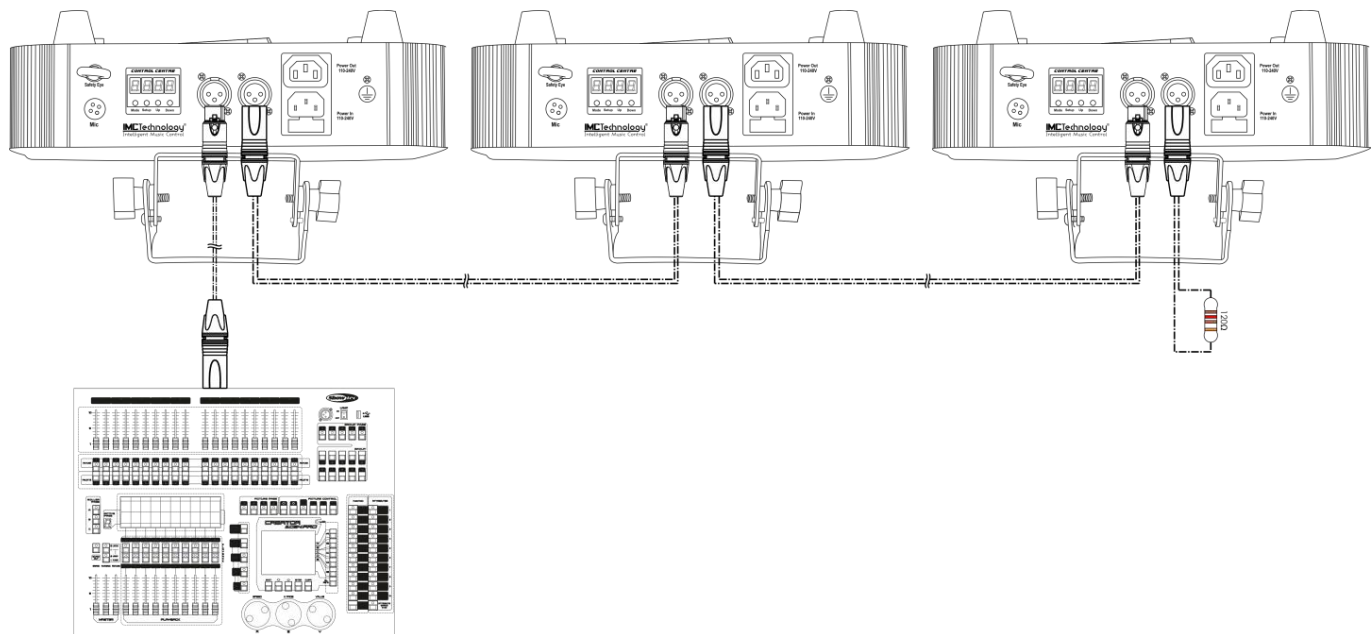

Fig.04
- 05) Collegare le unità come indicato nella (Fig. 04). Collegare un cavo di segnale DMX dall'uscita "out" del primo dispositivo DMX alla presa "in" della seconda unità. Ripetere questo processo fino a collegare la seconda, la terza e la quarta unità.